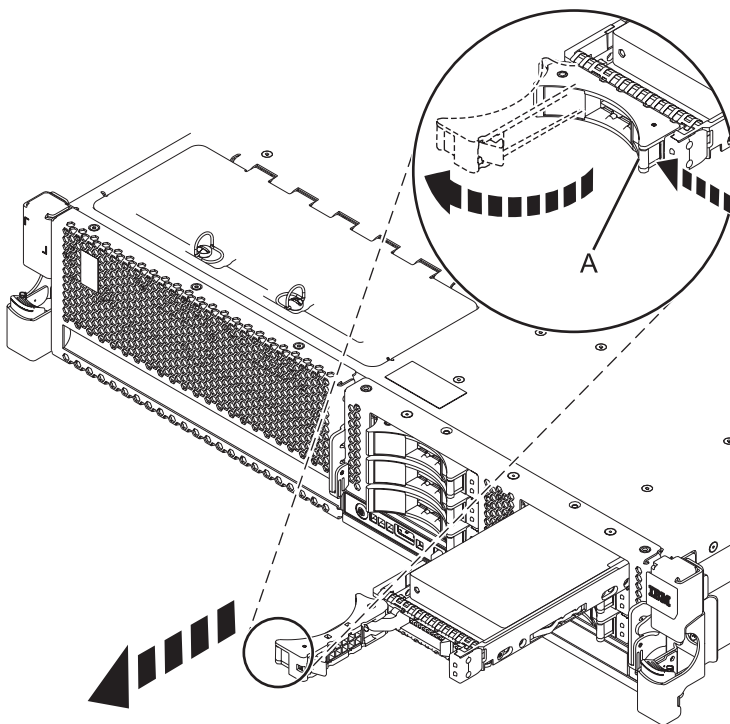

Figure 17. Retrait d'une unité de disque du système
- a. Lorsque le voyant d'identification clignote, déverrouillez la poignée de l'unité en appuyant dessus et en la tirant vers vous, comme illustré à la figure 17.